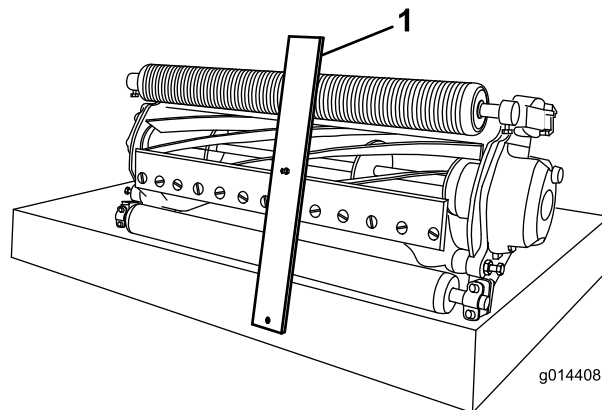

Рисунок 10
- 3. Зацепите головку болта за режущую кромку неподвижного ножа и прислоните задний конец планки к задней части валика (Рисунок 10).